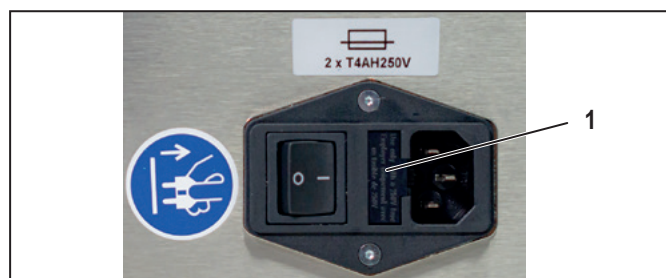

Bild 8.5 Öppna säkringsfacket
- Lyft ut säkringsfacket med en spårskruvmejsel, se Bild 8.5, 1.